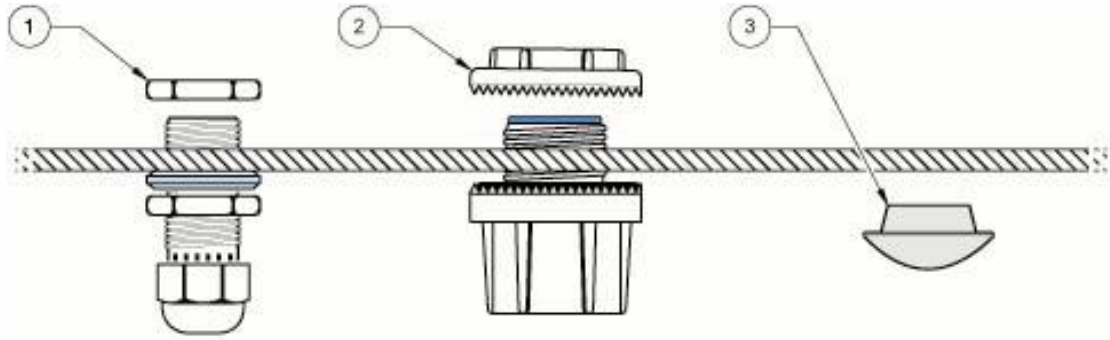

图 12 使用可选的应变消除和导管孔密封塞
6. 将电缆穿过导管和导管中心或应力消除装置（见第 20 页的图 12）以及控制器机箱上的一个孔。拧紧装置。